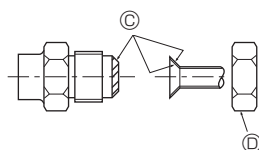

Fig. 4-1
- Doe een dun laagje koelmachineolie op de leiding en het aansluitingsoppervlak voordat u de "flare"-moer vastdraait. ④ (Fig. 4-1)
- Draai met gebruik van twee pijptangen de aansluitende leidingen vast. ⑤ (Fig. 4-1)
- Breng koelolie aan op de aansluitingsoppervlakken. ③ (Fig. 4-1)
- Gebruik de flensmoeren voor de volgende pijpafmetingen. ⑥ (Fig. 4-1)
④ (Fig. 4-1)
⑤ (Fig. 4-1)